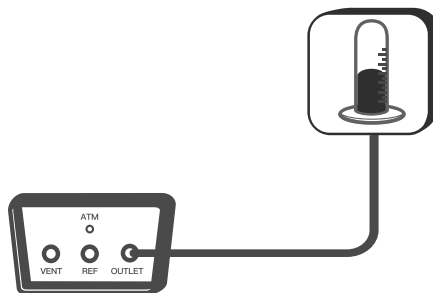

图5-8 校准水银气压表
- ◆ 如图5-8所示连接气路。
◆如图5-8所示连接校验仪和被校水银气压表。